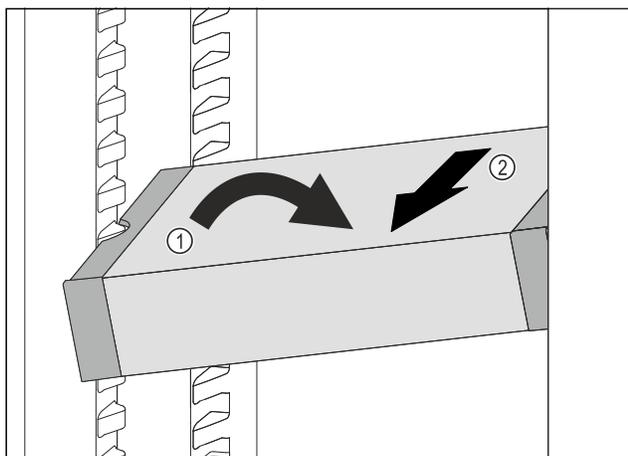

Fig. 104
- Incliner le VarioSafe dans la partie réfrigérateur. Fig. 104 (1)
- Sortir le tiroir VarioSafe par l'avant. Fig. 104 (2)